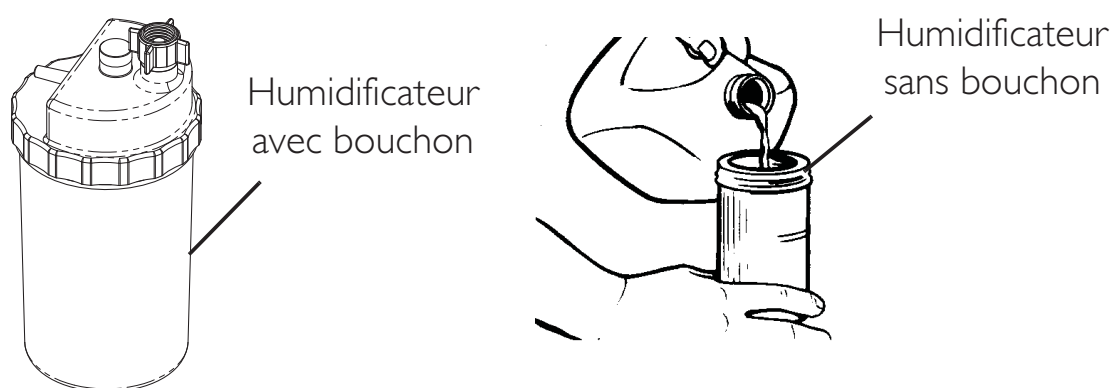
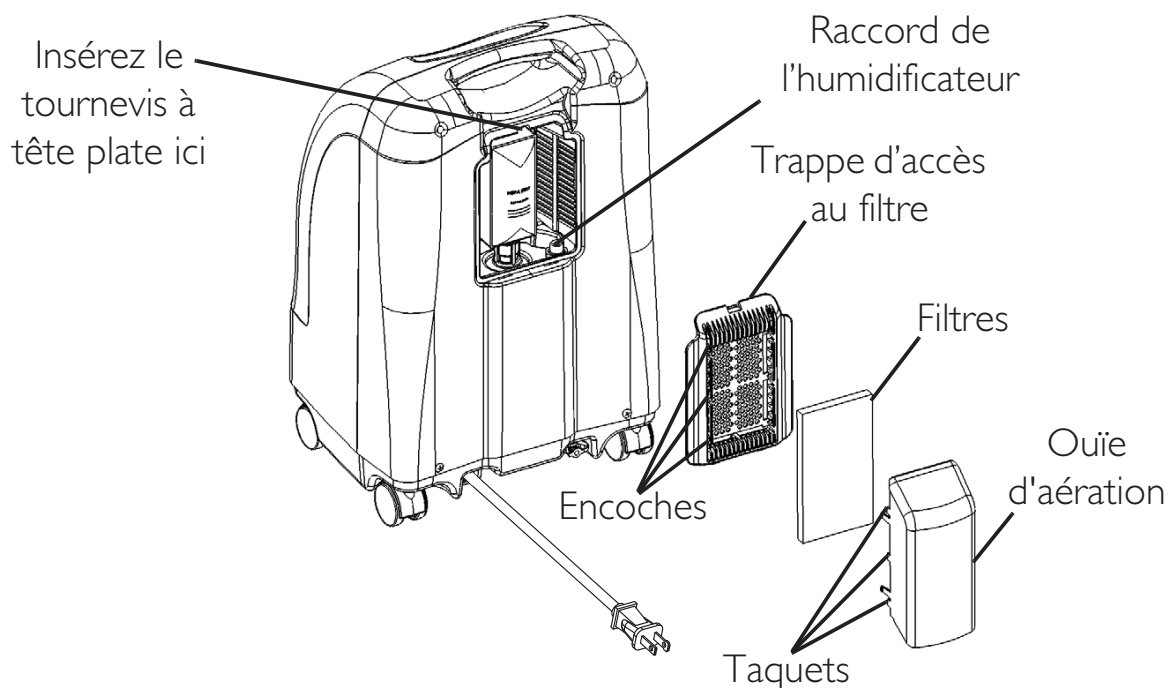
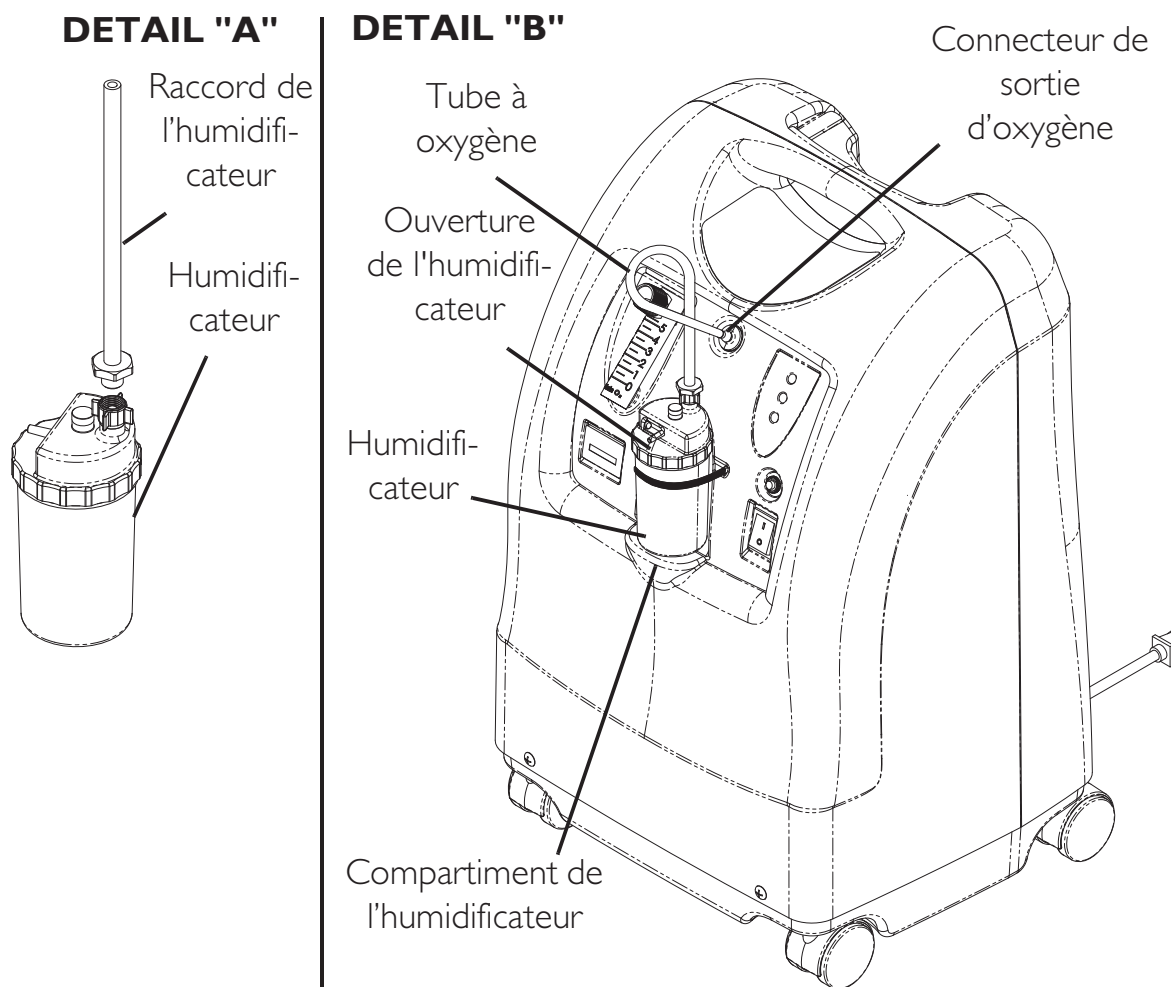

FIGURE 6.1 Remplissage de l'humidificateur
FIGURE 6.2 Adaptateur de l'humidificateur
FIGURE 6.3 Compartiment de l'humidificateur
REMARQUE : Pour cette procédure, se reporter à FIGURE 6.1, FIGURE 6.2 en page 51, FIGURE 6.3 en page 52.
3. Insérer un tournevis à tête plate dans la rainure plaque sur le bord supérieur de la trappe d'accès et soulever délicatement la porte d'accès du filtre pour ouvrir la trappe (FIGURE 6.2).
4. Retirer le raccord de l'humidificateur (FIGURE 6.2).
6. Fixez le raccord de l'humidificateur sur l'humidificateur en tournant la vis à oreilles de l'humidificateur dans le sens des aiguilles d'une montre jusqu'à ce qu'il soit bien fixé. Voir Détail "A" dans FIGURE 6.3.
7. Placer l'humidificateur sur le compartiment humidificateur du concentrateur. Voir Détail "B" dans FIGURE 6.3.
8. Fixer le tube à oxygène à l'humidificateur ou sur l'embout de sortie de l'oxygène sur le concentrateur. Voir Détail "B" dans FIGURE 6.3.
9. Fixer la canule / le tube d'alimentation du patient à la sortie de l'humidificateur. Voir Détail "B" dans FIGURE 6.3.